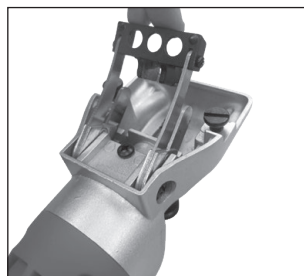

Fig. 6
3. Pour remplacer les ressorts, soulevez le compartiment des peignes et retirez les vis sur les ressorts (fig. 6).